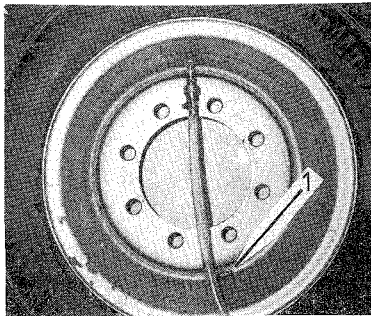

Bild 91
- (2) Bien étayer l'essieu.
- (3) Démonter la roue.
- (4) Tourner la roue pour placer la valve dans la position la plus haute (90).
- (5) Dévisser la fourrure de la valve. Visser le raccord de connexion dans la valve (90).
- (6) Visser la vanne de remplissage avec tuyau de gonflage sur le raccord de connexion.
- (7) Placer le récipient avec la solution à un endroit plus haut que le pneu pour un remplissage sous charge.
- (8) De temps en temps, ouvrir le clapet de purge (91/1).
- (9) Dévisser la vanne de remplissage et visser la fourrure en place. fig. 91
- (10) Gonfler le pneu à l'air.
- (11) Tourner la roue jusqu'à ce que la valve soit en position 3 ou 9 dans le sens des aiguilles de montre. (92)
- (12) Dans cette position, une courte pression sur la fourrure de valve doit faire sortir le liquide.